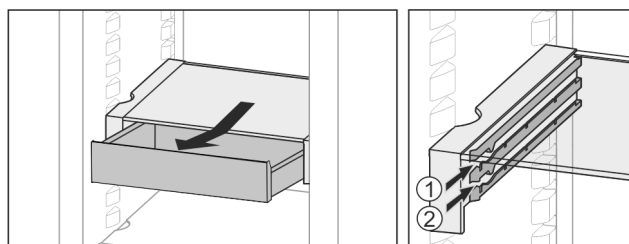

Fig. 21
- Inserire all'altezza desiderata *Fig. 21 (1)* o *Fig. 21 (2)*.